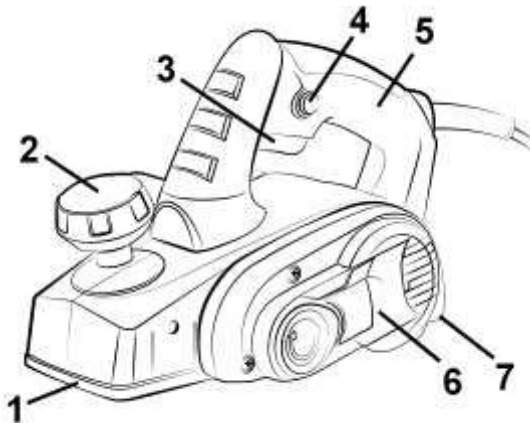

Рисунок 1
2.3.1 Ручний електричний рубанок виконаний в пластиковому корпусі з рукоятками, в якому розташований колекторний двигун, елементи управління виробом, шнур з'єднання з мережею змінного струму 220 В, 50 Гц, ножовий блок з ремінним приводом від двигуна, який закритий кожухом (6), – згідно рис. 1.
натисніть пускову клавішу (3, рисунок 1). Для відключення виробу клавішу (3) слід відпустити. Щоб обробка була найбільш ефективною, рекомендується закріплювати заготовку під невеликим кутом, а стругання здійснювати зверху вниз.